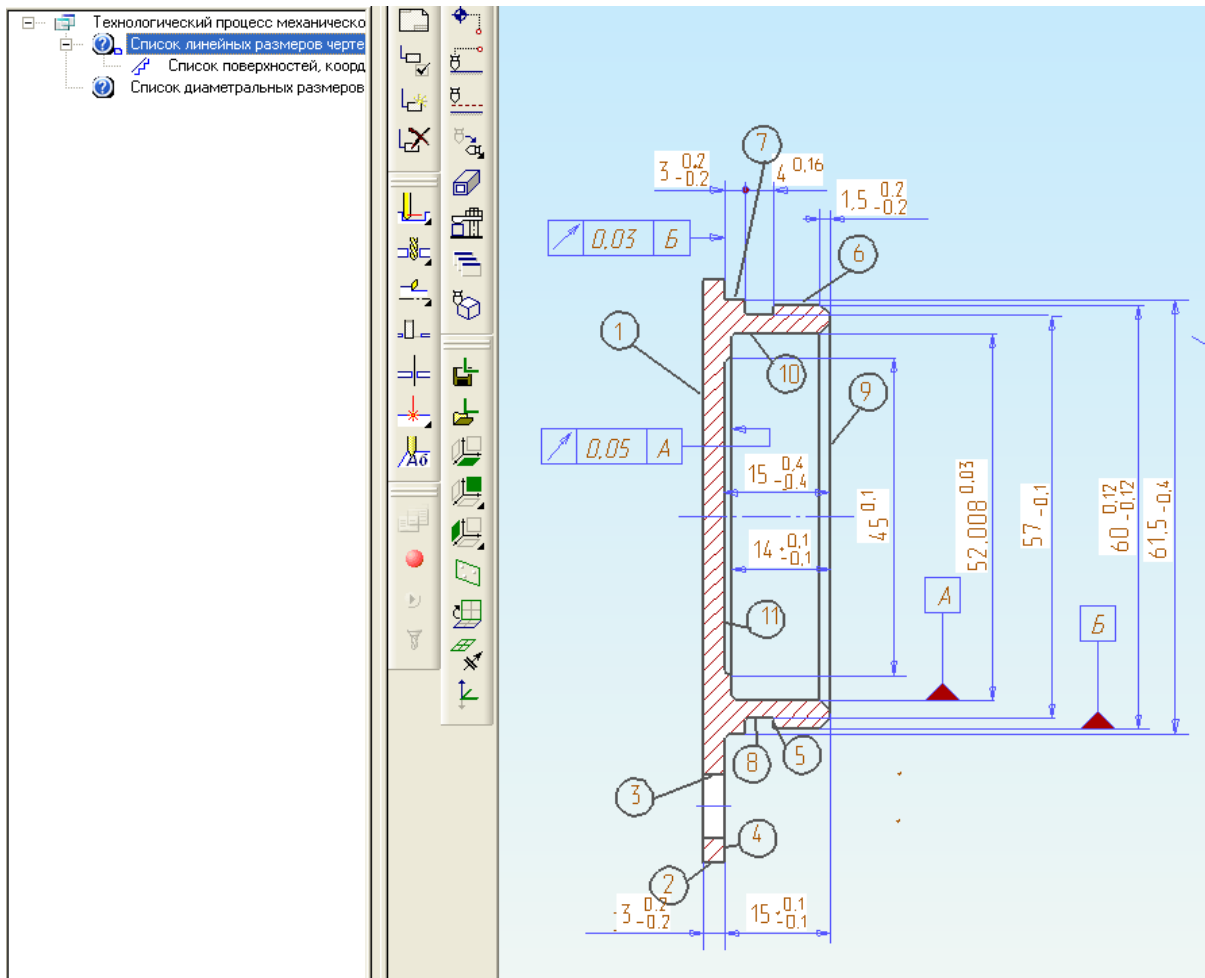

Рисунок 8- Пример кодирования чертежа детали.
5. Средствами ADEM CAD внести в эскиз детали цифровые обозначением ее поверхностей (рис. 8).
Обозначение соответствия цифрового кода и линии поверхности на чертеже можно выполнять произвольно, традиционно используется выделение цифр обозначения в окружность, которую связывают линией (отрезком, ломаной и т.п.) с линией поверхности (рис.8).
После перехода в модуль **ADEM CAPP** в рабочем окне будет отображаться созданный эскиз чертежа с кодами поверхностей. В дальнейшем его можно использовать для автоматического «скалывания» цифровой информации при записи параметров конструкторских и операционных размеров (рис.8).